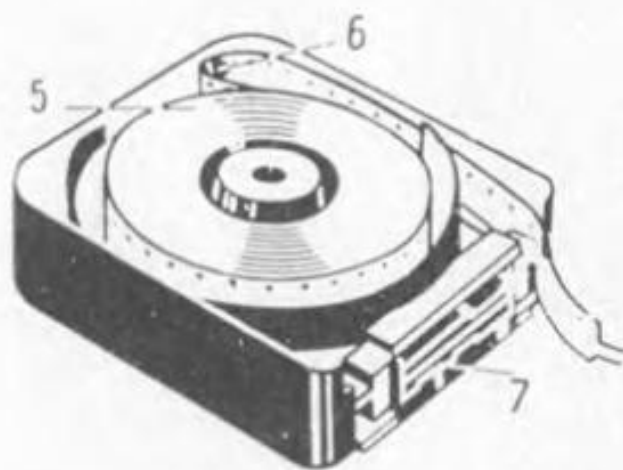

Рис. 2
2. Вложите рулон 5 (рис. 2) киноплёнки, намотанной эмульсией внутрь, в подающий отсек кассеты. При этом необходимо убедиться, что рулон не деформирован, не имеет выступающих по ширине витков киноплёнки и свободно, без заеданий вращается в отсеке.